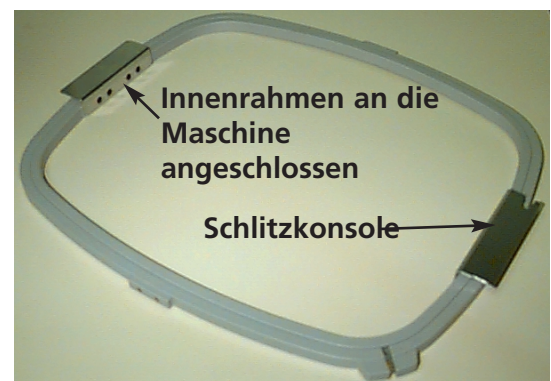

Abbildung 2-11
3. Setzen Sie die Stickrahmen ein, indem Sie die Seitenklammern unter die Federklammern auf den Stützarmen schieben. Achten Sie darauf, daß die Schlitzschelle (siehe Abb. 2-11) rechts ist (wenn Sie vor der Maschine stehen). Schieben Sie den Rahmen nach hinten in die Maschine und lassen Sie ihn einrasten.